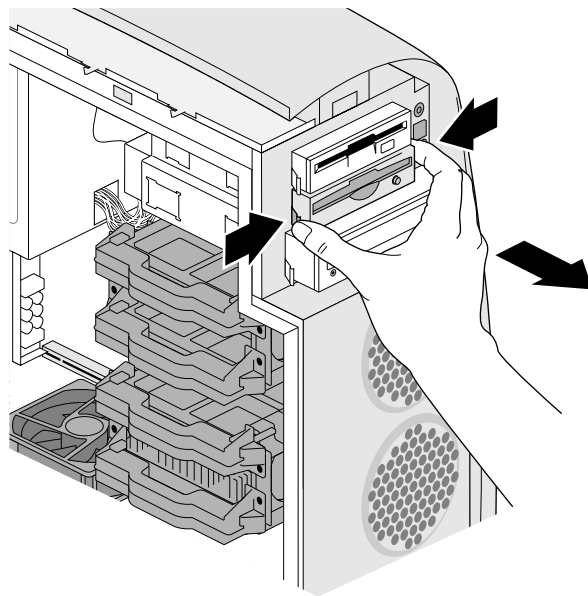

図 4-11 ドライブの取り外し
6. システムの正面に向かい、ドライブスレッドの両端を内側につまんで、ドライブベイからドライブを引き出します (図 4-11)。